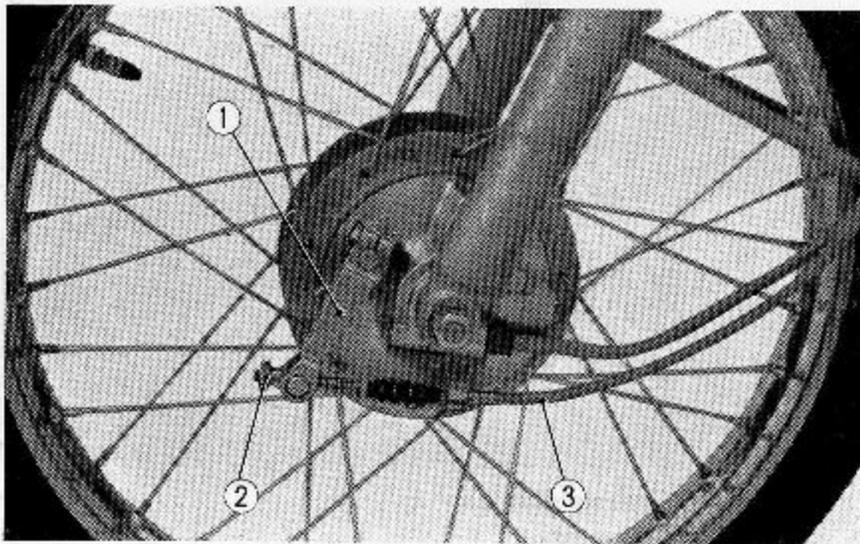

Abb. 4.11 Eingebauter Vorderradbremszug
(6) Unteres Bremszugkabelende mit dem Vorder- radbremsarm verbinden und das richtige Spiel einstellen. Spiel beträgt $10 \sim 20$ mm. (Abb. 4.11)
(7) Gaszug durch den Vergaserdeckel ziehen und mit dem Gasschieber verbinden. Gasschieber einsetzen, Vergaserdeckel aufschrauben und Gaszugspiel einstellen.
(8) Kupplungszug mit dem Kuppplungshebel verbinden und das richtige Spiel einstellen ; das Spiel wird mit dem in der Kabelhülle eingebauten Einsteller eingestellt.
(9) Scheinwerfer mit dem Kabelbaum verbinden und mit einer 6×25 mm Schraube im Scheinwerfergehäuse einbauen.